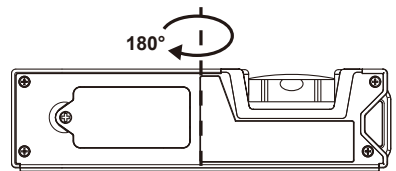

FIG. 2
d. Nella stessa posizione, ruotare l'apparecchiatura di 180° (vedere la FIG. 2 seguente), quindi premere il pulsante MODE, "CAL 2" lampeggia più volte. Dopo che "CAL 2" scompare, la calibrazione è completata e quindi il display LCD mostrerà l'angolo corrente nel display ad alta precisione.